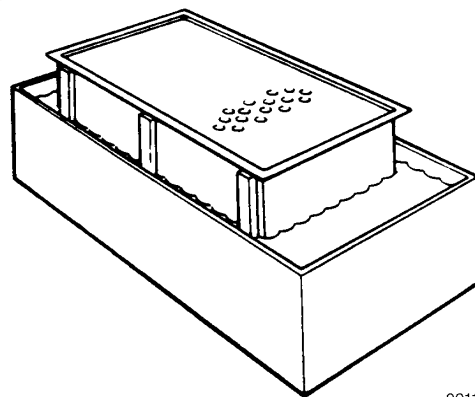

FIGURA 5-6. LAVADO Y REMOJO DE LA SECCIÓN DEL PREDEPURADOR
5. Suelte las abrazaderas y saque el colector de polvo (1) de la sección del predepurador. Lave el colector de polvo con una solución de agua y jabón líquido.
6. Sumerja la sección del predepurador en una solución de Donaldson D-1400 y agua tibia (vea la Figura 5-6). Mezcle la solución de acuerdo con las indicaciones del envase. La sección de tubos debe quedar abajo. Sumerja la sección del predepurador durante 30 minutos y luego sáquela de la solución. Enjuáguela completamente con agua fresca y séquela.